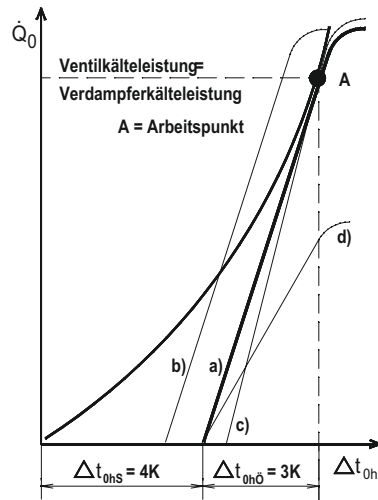

Abb. 1.9 Verdampfer mit verschiedenen Ventizuordnungen
48. Bewerten Sie die im dargestellten Grenzwertliniendiagramm eines Verdampfers vorgenommenen Ventizuordnungen a) bis d) (Abb. 1.9).